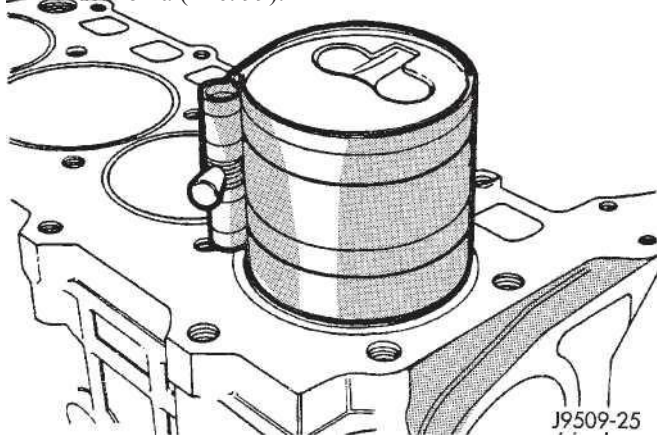

Рис. 100 Установка поршня
(3) Главный кольцевой разрыв должен быть расположен в 30 градусов направо от перерыва камеры сгорания (смотрящий на поршневую корону сверху).
(4) Второй разрыв поршневого кольца должен быть расположен на противоположную сторону перерыва камеры сгорания.
(5) Нефтяное кольцо управления разрывает, чтобы быть расположенным 30 градусов налево от перерыва камеры сгорания.
(6) Когда сборка поршней проверяет, что компоненты устанавливаются в той же позиции как перед демонтажем, определенными числами, штампованными на короне отдельных поршней. Цилиндры двигателя пронумерованы, запустившись с конца зубчатой передачи двигателя. **Сторона перерыва отсека поверхности поршня к кулачковому валу.** Поэтому числа, штампованные на головке шатуна шатуна, должны также стоять в том же направлении. Для вставки поршня в цилиндр используют кольцевой компрессор как показано на (Рис. 100).
(3) Погрузите поршень направляются, и звенит в чистом моторном масле, двигайте кольцевой компрессор, по поршню и напрягитесь со специальным ключом (Рис. 100). **Гарантируйте, что позиция колец не изменяется во время этой эксплуатации.**
(4) Сторона перерыва отсека поверхности поршня к кулачковому валу.
(5) Вращайте коленчатый вал так, чтобы журнал соединительного стержня был на центре цилиндрического отверстия. Стержень вставки и поршень в цилиндр имели и направляющий стержень по шейке коленчатого вала.
(6) Выявите поршень вниз в цилиндрическом отверстии, с помощью ручки молотка. В то же время направьте соединительный стержень в позицию на журнале соединительного стержня.
(7) Установите крышки стержня. Установите убранные и смазанные болты стержня. Крутящий момент соединяется болтом к 29.5 N-m (22 фута lb.) плюс 60 °.